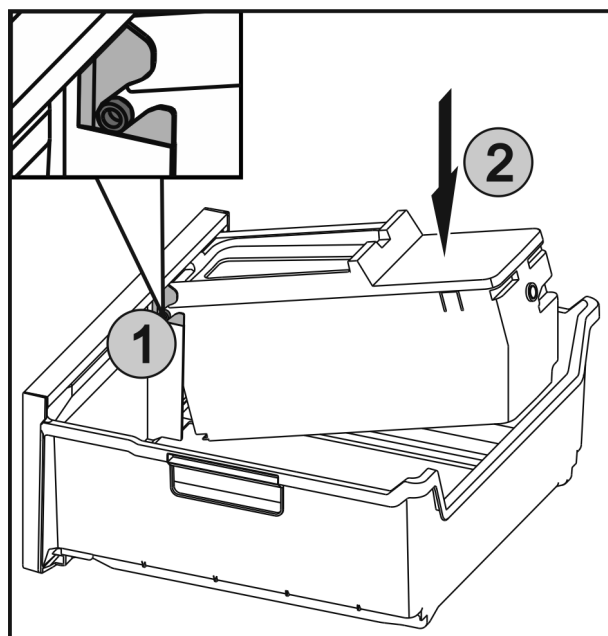

Fig. 45
- ▶ Вставить оси Fig. 45 (1) на EasyTwist-Ice в направляющие и вдавить заднюю сторону Fig. 45 (2) до фиксации наклейки.